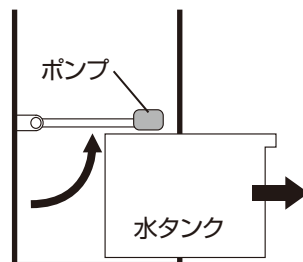

図2
- 水タンクを抜き取ると、ポンプは上部に固定されます。(図2)